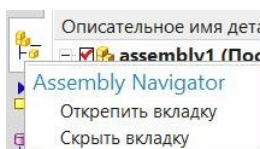

рис.62
- НСб можно открепить, тогда он окажется посередине *рабочего поля* и его можно будет перемещать по экрану. Чтобы сделать такое открепление, нужно ещё на прежнем месте подвести курсор именно к пиктограмме НСб в панели ресурсов, и вызвать контекстное меню (рис.62). Далее нужно выбрать строку «Открепить вкладку», и дело сделано. В результате панель *навигатора сборки* окажется в середине экрана. Чтобы вернуть её на место, кликните по крестику в правом, верхнем её углу.